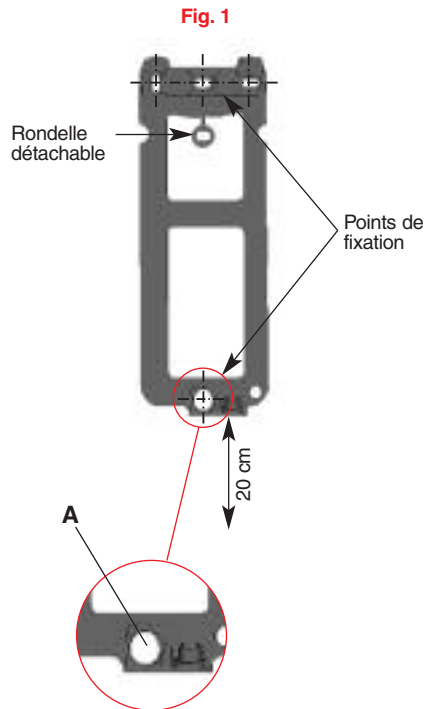
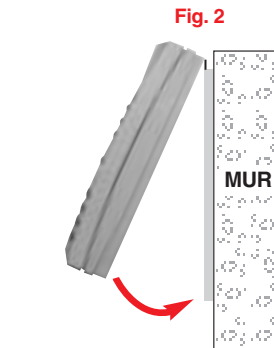

Fig. 1
Fig. 2
① Dévisser la vis de verrouillage située sous la tranche inférieure du clavier (cf. Fig. 1).
② Ouvrir le clavier après avoir dévisser les 4 vis situées au dos du clavier (cf. Fig. 2).
- ① Positionner au mur le support de fixation pour déterminer les points de fixation (**Fig. 1**).
- ② Insérer la rondelle détachable dans l'orifice **A**.
- ③ Fixer au mur le support de fixation
- ④ Accrocher le clavier par le haut sur le support de fixation et le plaquer au mur (**Fig. 2**).